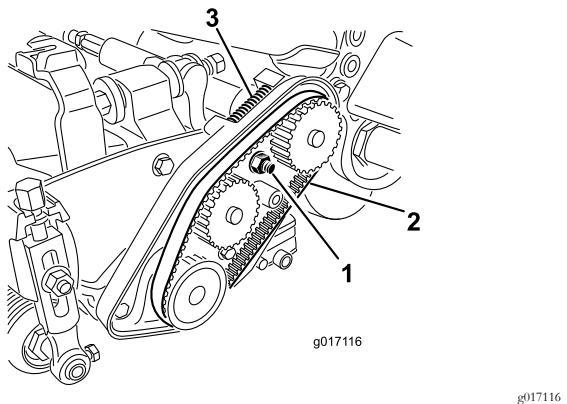

Figura 48
- A. Desaperte a porca de montagem da caixa de mancal (Figura 48).
- C. Limpe quaisquer detritos do interior do compartimento da correia e que estejam em redor da mola de compressão (Figura 48).